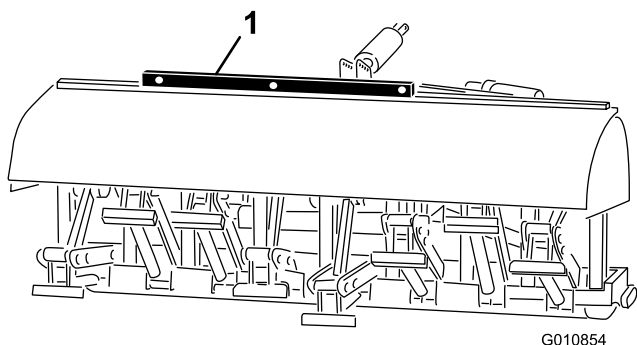

Figura 25
2. Coloque un nivel encima del bastidor del aireador para comprobar la nivelación lateral (Figura 25).